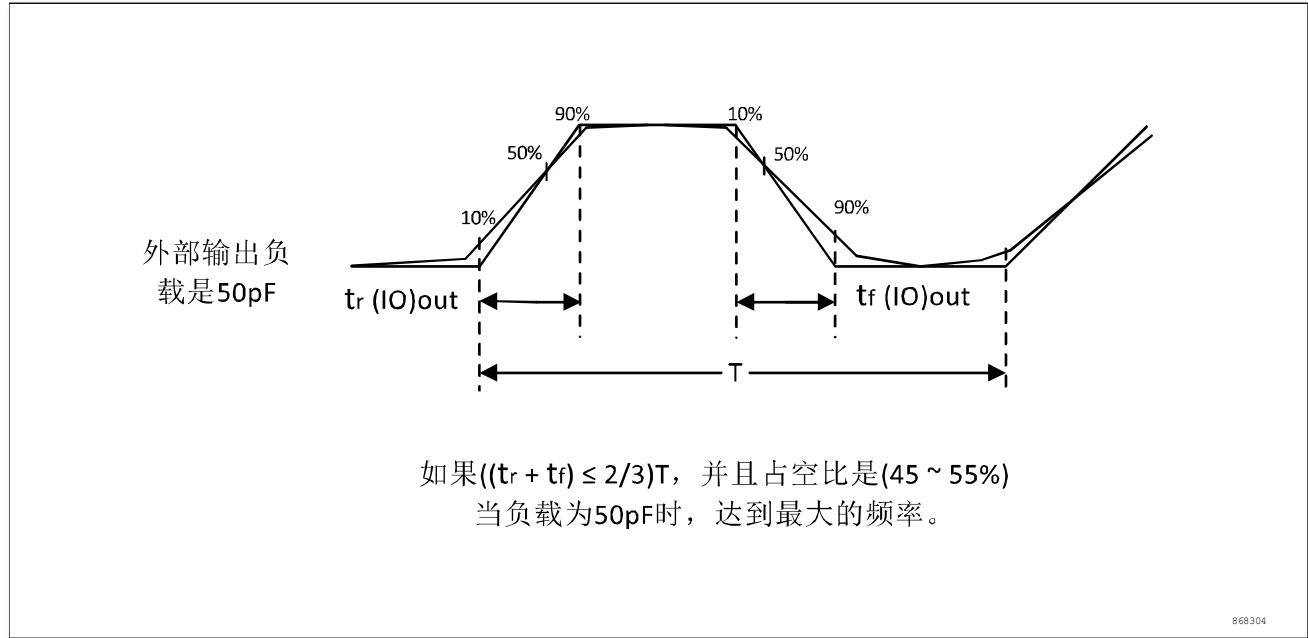

图 17. 输入输出交流特性定义
输入输出交流特性的定义和数值分别在图 17 和表 43 给出。
2. 最大频率在图 17 中定义。